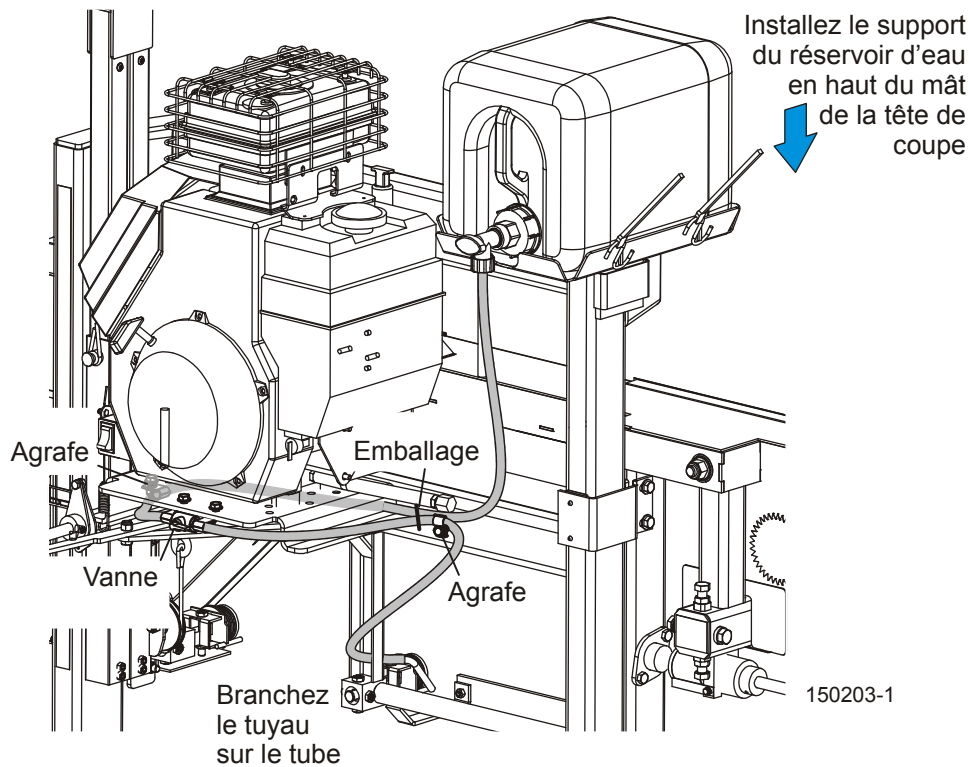

FIG. 5-9
**Voir Figure 5-9.** Installez le support du réservoir d'eau en haut du mât de la tête de coupe. **NOTA:** Le plateau du réservoir d'eau D17/D19/G25 comprend aussi le réservoir de carburant, mais se monte sur le mât de la même manière.